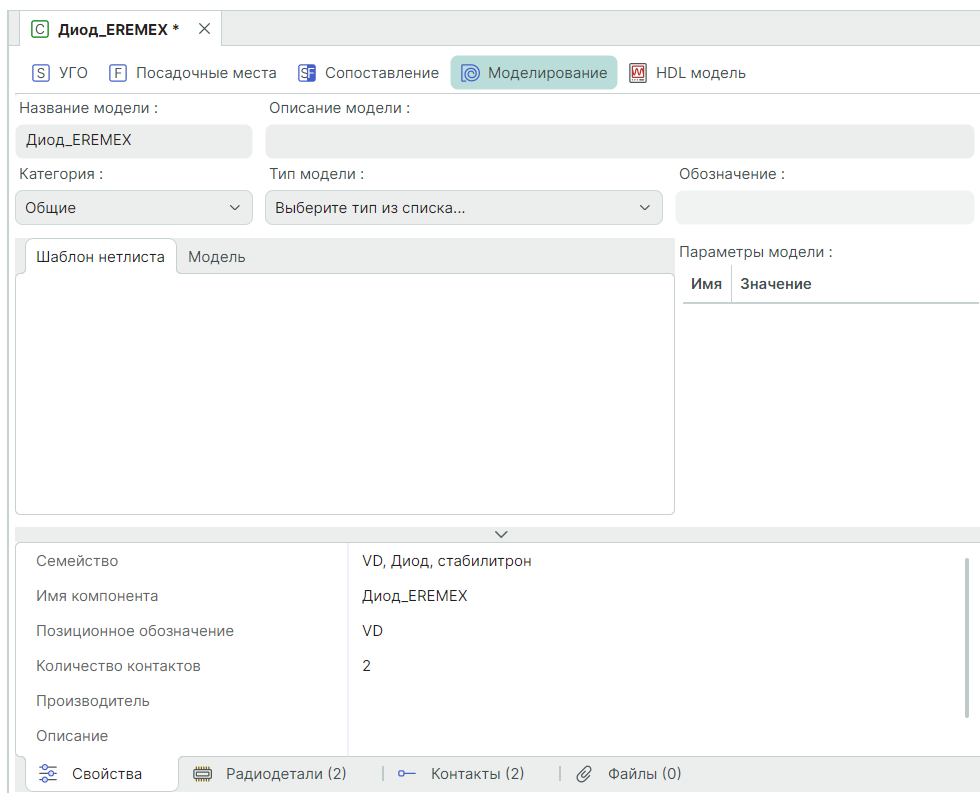

Рис. 285 Форма окна вкладки «Моделирование»
3. Отображается форма для заполнения сведений, используемых при формировании SPICE-модели компонента, Рис. 285: